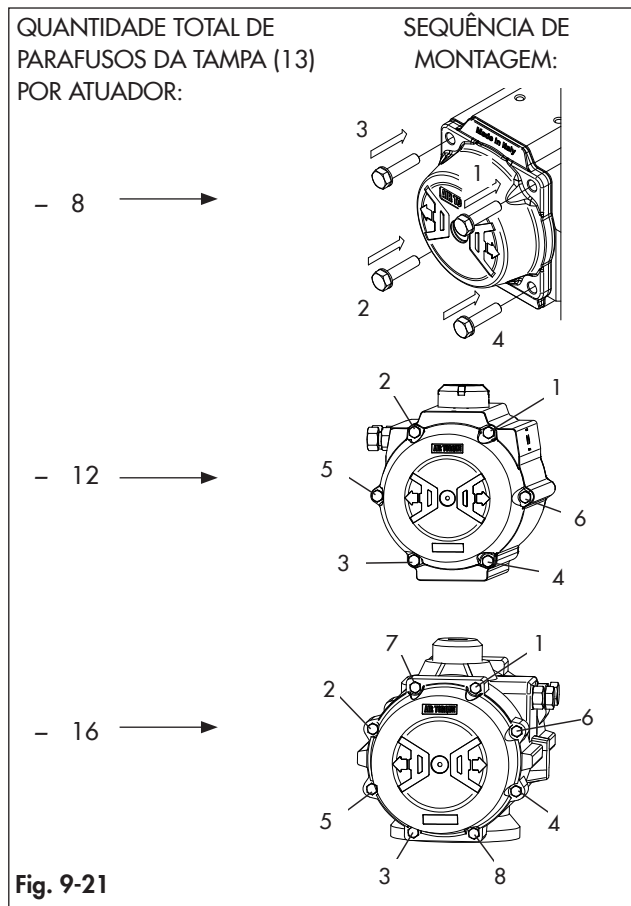

Fig. 9-21
- Fixe a tampa da extremidade (30 / 30R) apertando parcialmente os parafusos da tampa (13) 1 volta de cada vez seguindo a sequência indicada na Fig. 9-21.
- ➔ Observe a sequência especificada mostrada na Fig. 9-21.
- Complete o aperto dos parafusos da tampa (13) apertando 1 volta de cada vez para cada parafuso na sequência mostrada na Fig. 9-21.